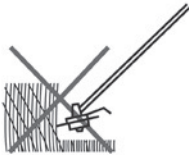
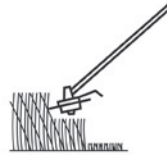

Fig. 48
Fig. 49
- > Apare a relva mais alta por fases; não corte relva alta com um só corte (Fig. 48). Para obter os melhores resultados, corte a relva mais alta por fases (Fig. 49).